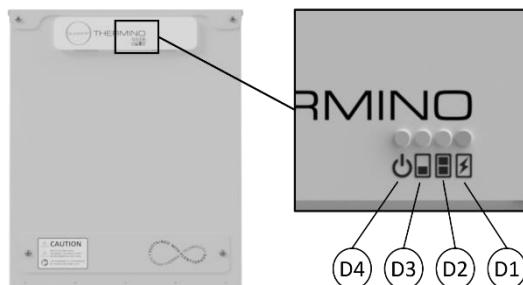

Figura 13 – Funzionamento a LED della batteria termica Thermino xPlus
6. Controllare la parte anteriore della batteria termica per assicurarsi che il LED "corrente" sia acceso (v. Figura 13 e Tabella).
9. Se presente, premere il pulsante BOOST sul deviatore fotovoltaico per avviare la ricarica della batteria termica. La fonte di calore esterna in modalità ACS si arresterà e l'elemento riscaldante della batteria termica si attiverà. Accertarsi che il LED "elemento riscaldante" sia acceso (v. Figura 13 e Tabella).